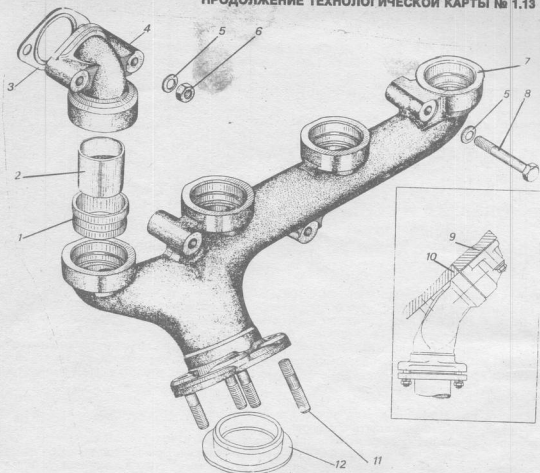

Рис. 24. Выпускной коллектор:
75. Установить прокладки 3 (Рис. 24) выпускных коллекторов на шпильки крепления к двигателю.